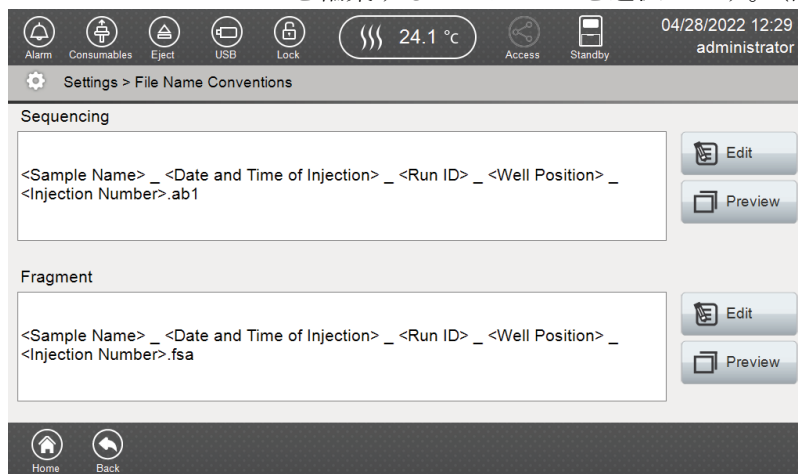

図 169 File Name Conventions 画面
2. シーケンスとフラグメント解析の設定が表示されます。（図 169） <>で囲まれた属性は、(_)で区切られます。この画面の file name conventions をプレビューや編集することができます。
3. File Name Conventions を編集するために **Edit** を選択します。（図 169）